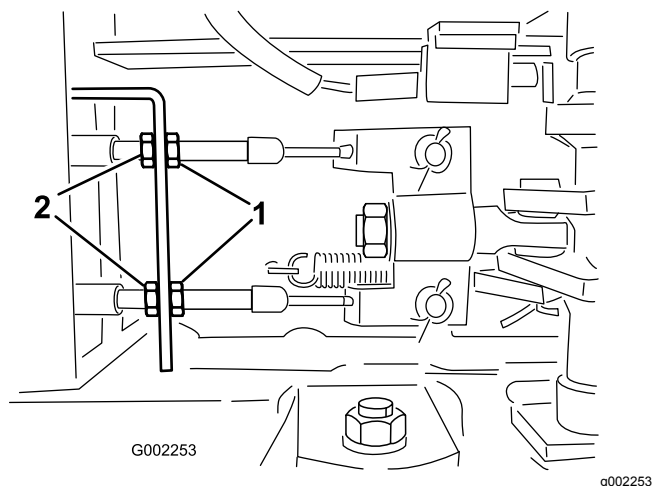

Рисунок 88
5. Ослабьте передние контргайки на тросах тормоза под передним концом опрыскивателя (**Рисунок 88**).
6. Равномерно затягивайте задние контргайки до тех пор, пока педаль тормоза не будет перемещаться в пределах от 1 до 2 см до ощущения сопротивления (**Рисунок 88**).